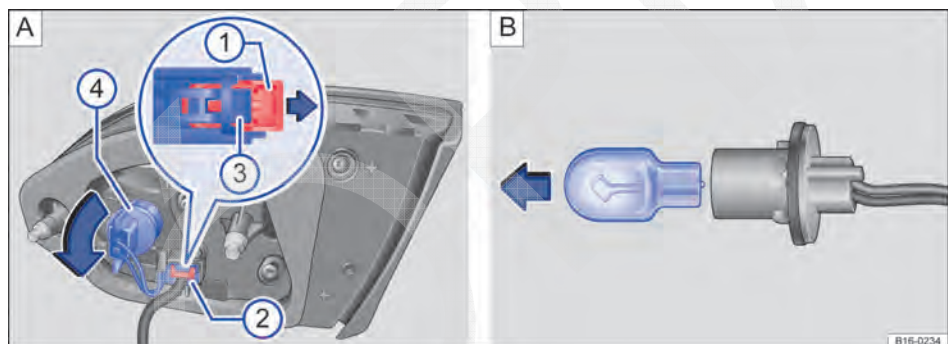

Fig. 228 Lanterna traseira de LED: A: desmontar o suporte da lâmpada, B: desmontar a lâmpada incandescente.
5.	Puxar a trava vermelha ⇒ Fig. 228 A ① no sentido da seta para liberar o travamento do conector ⇒ Fig. 228 A ②.
6.	Pressionar o travamento do conector ⇒ Fig. 228 A ③ e retirar o conector ⇒ Fig. 228 A ④.
7.	Girar o suporte da lâmpada ⇒ Fig. 228 A ④ na direção da seta até o batente e retirar junto com a lâmpada incandescente.
8.	Retirar a lâmpada incandescente queimada no sentido da seta do suporte e substituí-la por uma nova lâmpada incandescente do mesmo modelo ⇒ Fig. 228 B.
9.	Colocar o suporte da lâmpada ⇒ Fig. 228 A ④ na lanterna traseira e girar no sentido contrário ao da seta até o batente.
10.	Encaixar o conector ⇒ Fig. 228 A ② e pressionar o fusível vermelho ⇒ Fig. 228 A ① contra o sentido da seta.